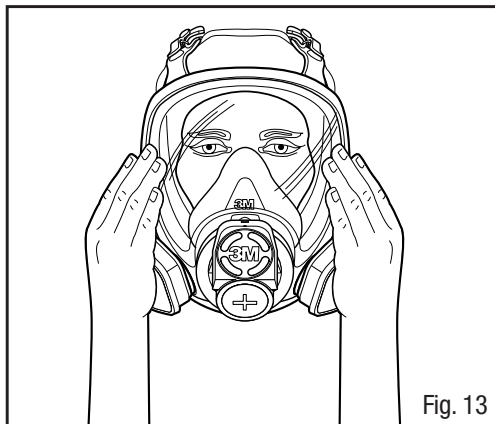

Fig. 13
1. Coloque las palmas de las manos de modo que cubran la cara del cartucho o el área abierta del Soporte del filtro 3M™ 501 e inhale con suavidad. Ha logrado un ajuste adecuado, si siente que la pieza facial se colapsa un poco y se pega a su cara sin ninguna fuga entre la cara y la pieza facial (Fig. 13).